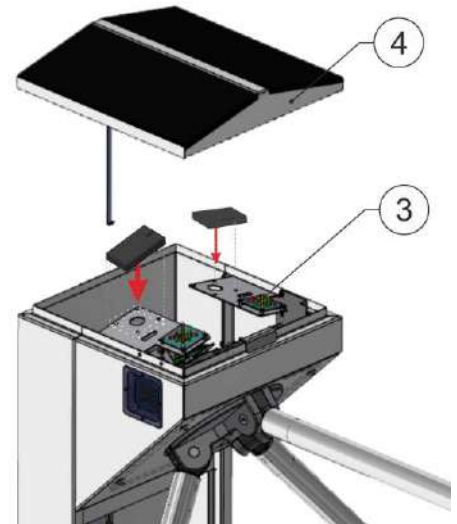

Рис. 20 – Встановлення зчитувача в турнікет-трипод
- У турнікетах «CENTURION-M», «TWIX-M», «SKULL-M» і «BASTION-M» зчитувачі встановлюються на спеціальний, регульований по висоті кронштейн, який розташований під кришкою 4 поруч із світловим табло індикації 3 (Рис.20).